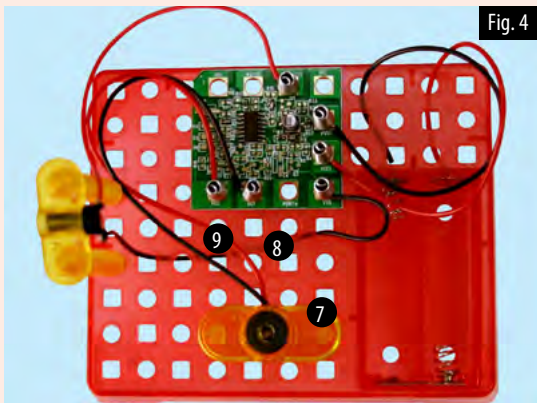

Fig. 4
3. Montera summern (3) på basplattan. Sätt i två fjäderkontakter och anslut summerns trådar till hålen (VCC, OUT) Som visas i Fig. 4: